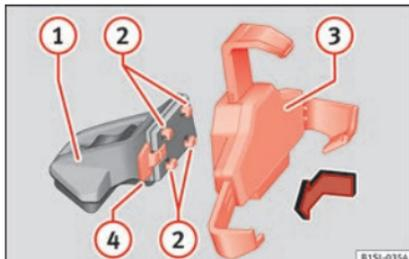
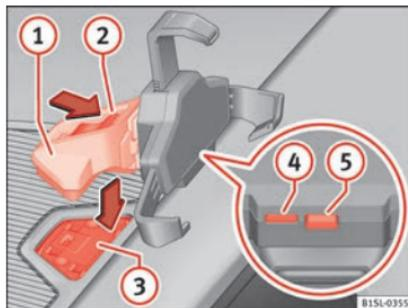

Fig. 134 Montar o suporte universal e o braço de fixação.
Fig. 135 Na consola central: fechar o orifício para o alojamento do sistema de infotainment.
- Pressione o botão desbloqueador »» **Fig. 135** (5) até que o braço superior do suporte universal se solte.
- Colocar o smartphone nas fixações inferiores. Para acertar os ajustes inferiores, pressione o botão »» **Fig. 135** (4).
- Segure o suporte universal »» **Fig. 134** (3) e pressione o botão desbloqueador »» **Fig. 134** (4).
- Segure o braço suporte »» **Fig. 135** (1) e pressione o botão desbloqueador »» **Fig. 135** (4) no sentido da seta.
- Introduza o suporte universal »» **Fig. 134** (3) nos encaixes (2) do braço de suporte (1).
- Deslocar o suporte universal lateralmente na direção do bloqueio (4) até encaixar de forma audível »» **Δ**.
- Colocar o braço suporte »» **Fig. 135** (1) na placa de fixação »» **Fig. 135** (3) de cima para baixo e pressionar até ouvir o encaixe »» **Δ**.